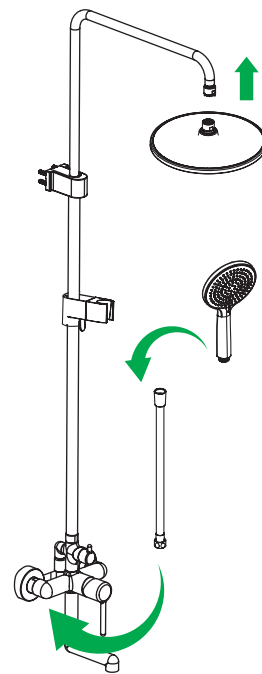

Рис. 2 / 2-сур.
1. Отключите систему холодного и горячего водоснабжения. Ввинтите эксцентрические переходники (см. рис. 2) в выходы трубопроводов системы водоснабжения, предварительно уплотнив резьбовую часть изоляционным материалом. Подберите положение эксцентрических переходников, при котором они совпадут и будут соответствовать присоединительному положению смесителя. При этом положение смесителя должно быть горизонтальным.
3. Установите стойку для душа (рис. 2). Отрегулируйте ее, выбрав необходимую высоту для комфортного использования. С помощью входящего в комплект крепежа установите и зафиксируйте верхний держатель стойки. Установите верхнюю душевую насадку.